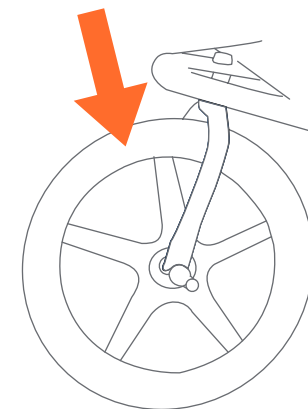

Fig. 22
- 22) • Levante la rueda delantera hasta que no toque el suelo y déle un golpe firme al neumático (la llanta) (Fig. 22). La rueda no debe de aflojarse o caerse.